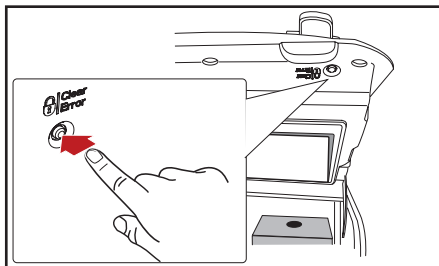

Bild 4.7 - LOCK/CLEAR-ERROR knapp
2. Tryck på LOCK/CLEAR-ERROR-knappen för att blockera dryckesleverans (bild 4.7).